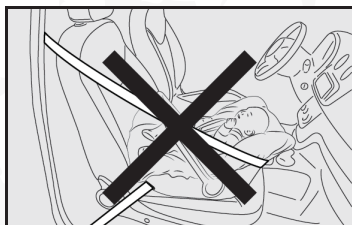

fig. 16
**⚠️** **GRAVE PELIGRO:** En los vehículos equipados con bolsa de aire del lado del pasajero, no coloque en sentido contrario a la marcha del vehículo (viendo hacia atrás) sillas o sistemas de protección para niños - fig. 16. La activación de la bolsa de aire puede provocar lesiones severas al niño transportado.